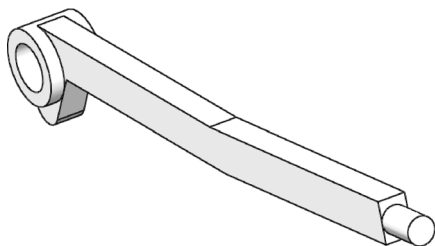

图 12-58 拉伸实体
**04** 拉伸实体。单击“特征”控制面板中的“拉伸凸台/基体”按钮, 此时系统弹出“凸台-拉伸”属性管理器。选择上步绘制的草图作为拉伸截面，设置终止条件为“给定深度”，输入拉伸距离为 10mm，然后单击属性管理器中的“确定”按钮, 结果如图 12-58 所示。